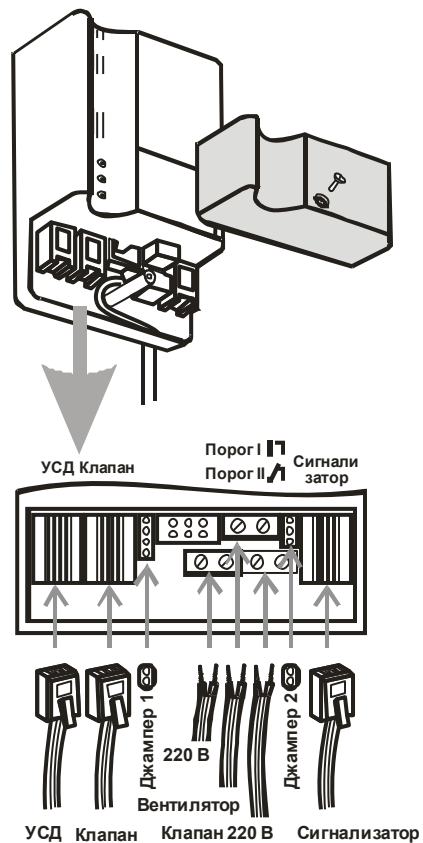

Рисунок 2 - Сигнализатор БУГ моноблочного исполнения
Вид клапана	Положение джампера (см. рисунок 2)
1.5.2. На передней стенке Сигнализатора моноблочного исполнения (рисунок 2) расположены светодиоды:
2.2.6.1. Открутить винт крепления съемной панели Сигнализатора и открыть клеммный отсек (см. рисунок 2).